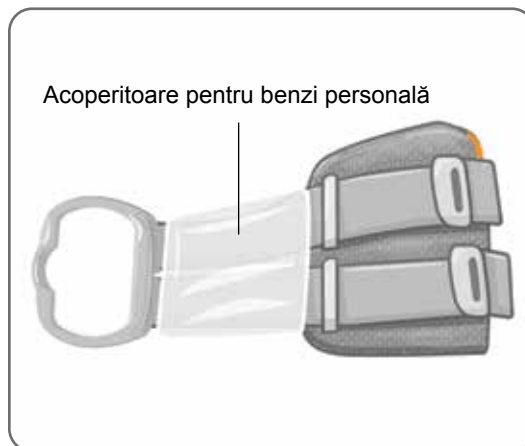

Figura 6-3: Acoperitoare pentru benzi personală pe jambieră Lower Leg
1. Glisați acoperitoarea pentru benzi personală peste banda jambierei. Consultați Figura 6-3.